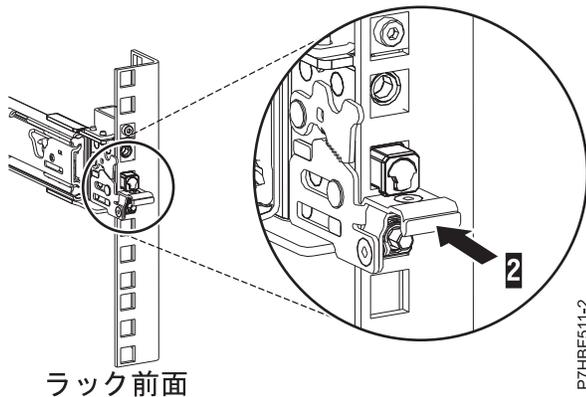

図 6. ラックの前面レールに取り付けられているラッチ
7. スライド・レールを前方に引きながら、3つのピンがラックの穴から突出していることを確認した後に前面ラッチ (2) を最後まで押し込みます。詳しくは、図 6 を参照してください。